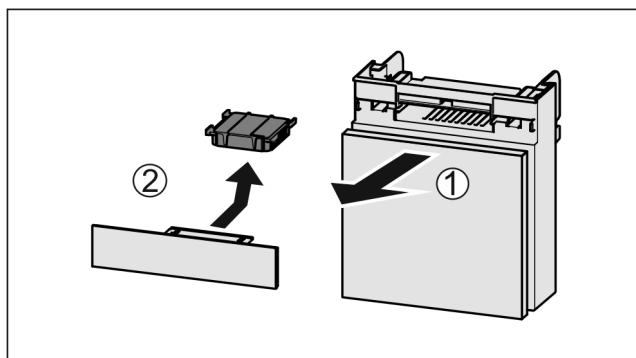

Fig. 207
- ▶ Zásuvku vytáhněte dopředu Fig. 207 (1).
- ▶ Filtr s aktivním uhlím vyjměte Fig. 207 (2).